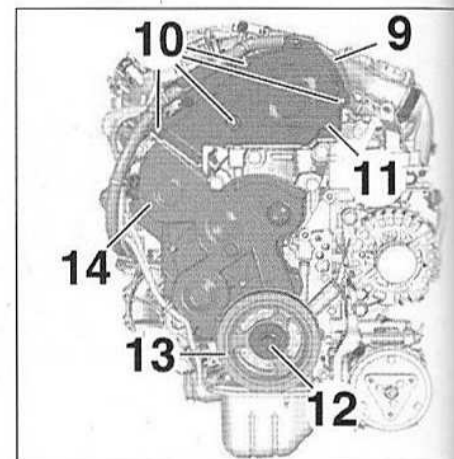

FIG.5
- Dégrafer et écarter le faisceau électrique (9) (Fig.5).